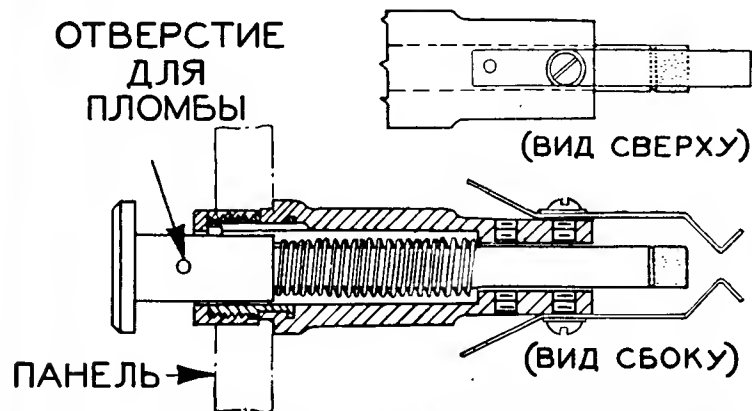
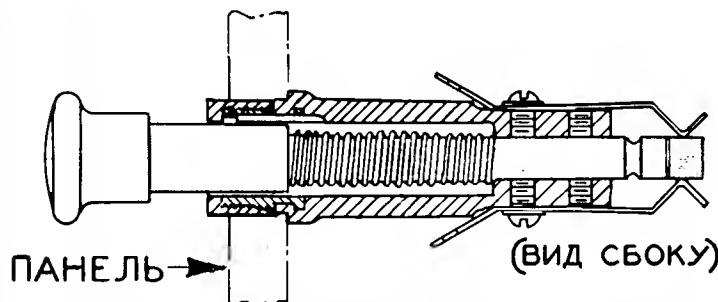
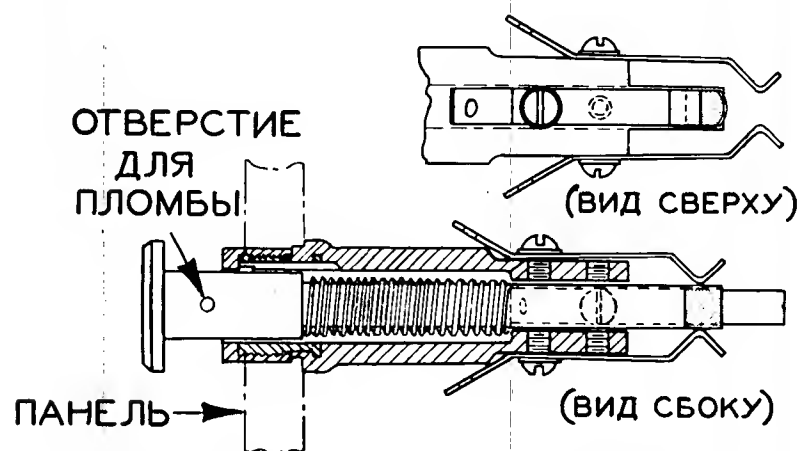

Рис. 16. Кнопка с возвратной пружиной — применяется как пригла-
Рис. 17. Кнопка с финцией — применяется для светомаскировки
Рис. 18. Кнопка с возвратной пружиной — применяется как пригласительная на настольном аппарате.
5. Кнопки (рис. 16, 17 и 18)
Нормальные аппараты имеют два типа кнопок; с возвратной пружиной, рис. 16, употребляемой для пригласительного сигнала и экономии батареи; и с фиксацией, рис. 17, употребляемой для светомаскировки.
Настольные аппараты имеют также два типа кнопок; с возвратной пружиной, рис. 18, для пригласительного сигнала и с возвратной пружиной, рис. 16, для экономии батареи.